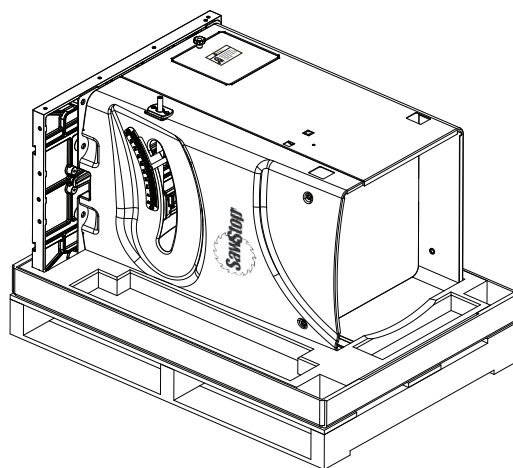

Fig. 1
1. Votre scie est expédiée à l'horizontale afin de la protéger des basculements durant le transport. Pour la relever, retirer d'abord tous les éléments de l'emballage et tous les accessoires de la palette d'expédition (voir figure 1). Une affiche est fournie démontrant l'emplacement de tous les accessoires à l'emballage.